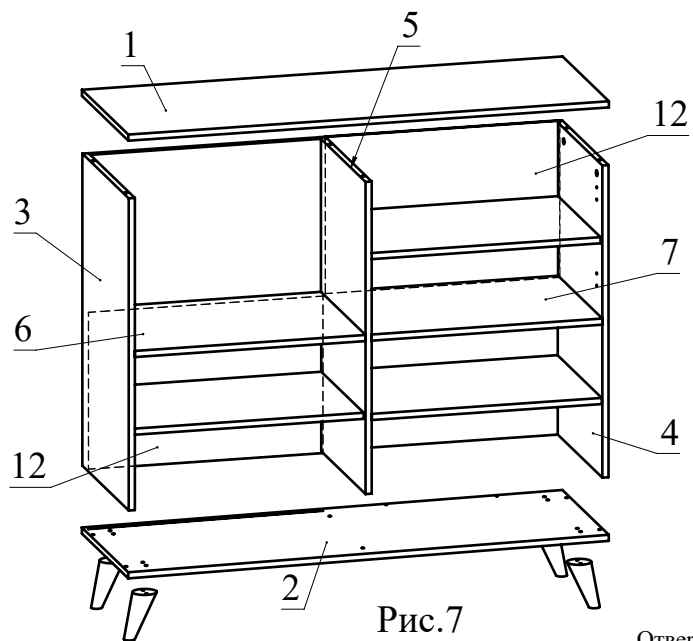

Рис.7
9. Вставьте задние стенки 12 из ДВП в пазы деталей 3, 4, 5, 6, 7 (Рис. 7).
10. Установите детали 1 на детали 3, 4, 5 и зафиксируйте, повернув конфирматным ключом головки минификсов по часовой стрелке до упора (Рис. 7). Деталь 2 соедините с деталями 3, 4, 5 при помощи конфирматов.
11. Конфирматами 7x50 прикрутите ножки к детали 2 (Рис. 7).